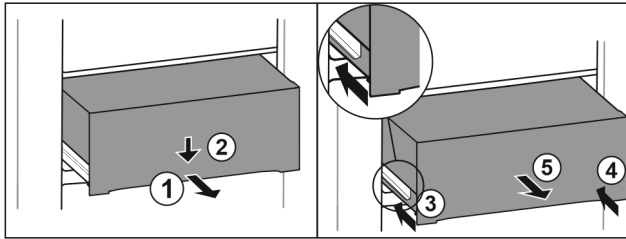

Fig. 112
- ▶ Estrarre il cassetto a metà. Fig. 112 (1)
- ▶ Premere il cassetto sul lato anteriore verso il basso. Fig. 112 (2)
- ▶ Spingere la guida sinistra di circa 2 cm verso l'interno. Fig. 112 (3)
- ▶ Spingere la guida destra di circa 2 cm verso l'interno. Fig. 112 (4)
- ▶ Rimuovere il cassetto tirandolo in avanti. Fig. 112 (5)